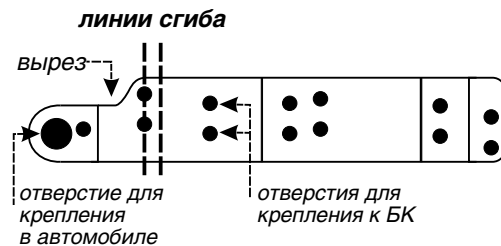

Рис. 2.10
Кронштейн, внешний вид которого приведен на рис.2.10, представляет собой металлическую пластину.
6. Согните пластины по линиям сгиба, рис. 2.10, как показано на рисунке 2.11. Учитывайте, что кронштейны будут устанавливаться один с правой, другой с левой стороны, сгибайте их в противоположные стороны (зеркально).